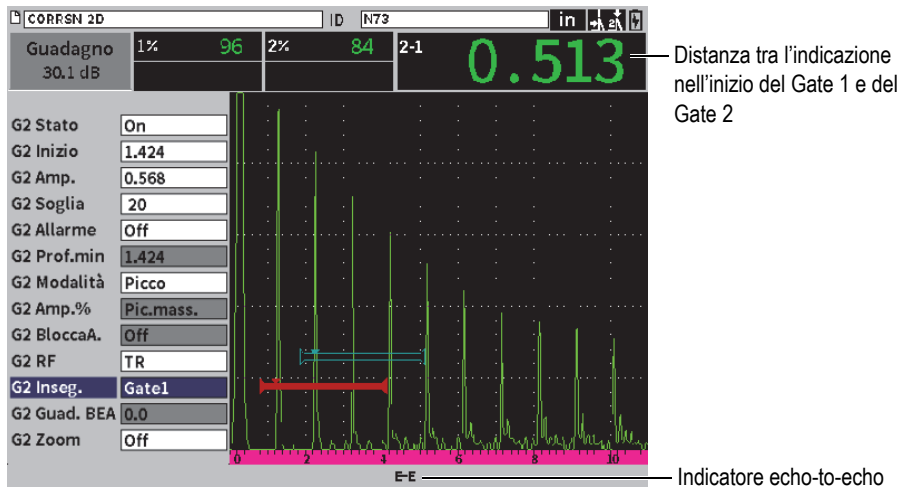

Figura 7-7 Esempio di misura echo-to-echo
5. Selezionare l'icona **Gate2** () ed in seguito definire **G2 Stato** come **On** (vedere Figura 7-7 a pagina 102).